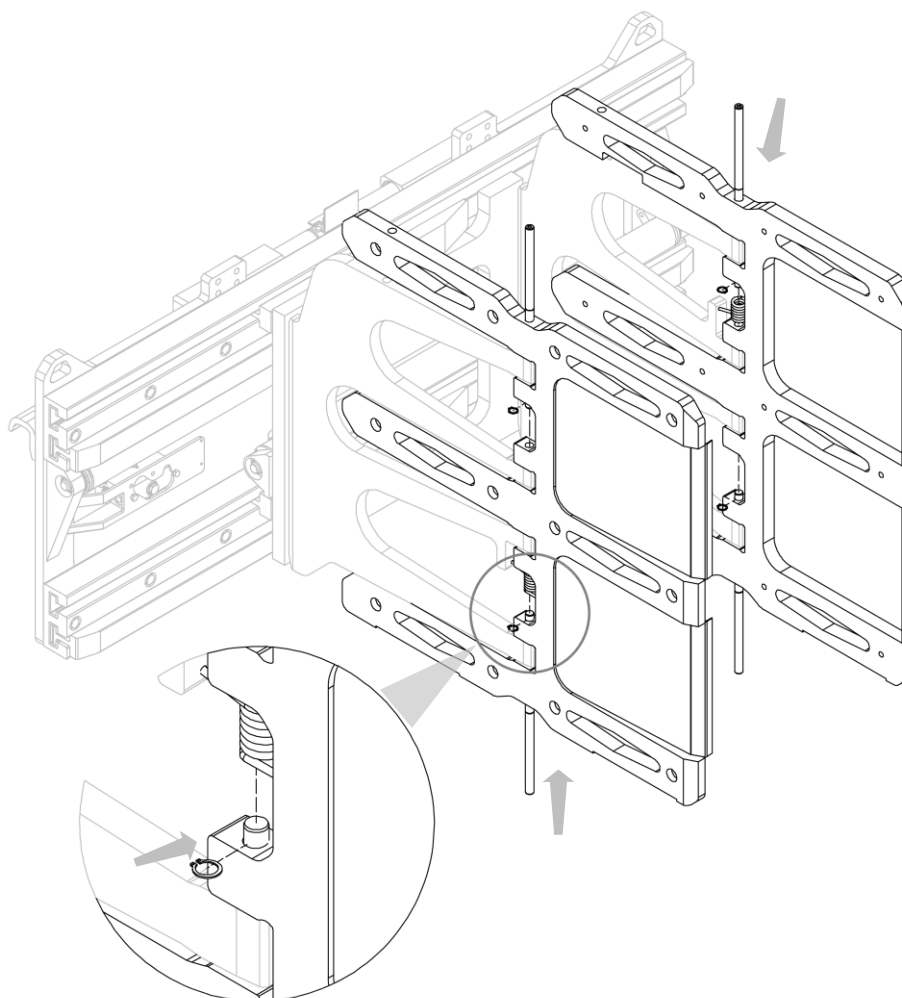

Figure 26
5. Se référer à la *Figure 26* et à la *Figure 27*.